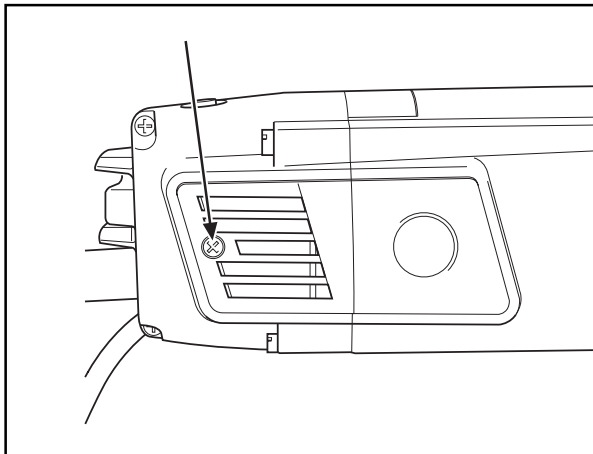

Fig. 11
1. Remove one of the inspection hatches (Fig. 11).
1. Die eine Inspektionsluke entfernen (Abb. 11).
1. Retirer le panneau de contrôle (fig. 11).